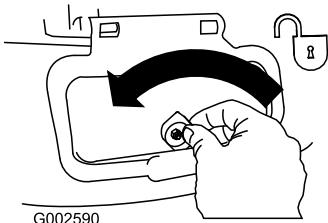

Figura 37
- Desbloquee la puerta de descarga lateral (Figura 37).